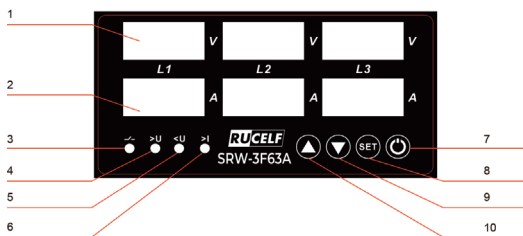

Рис. 2 – Индикация и органы управления
3.4. Прибор готов к работе. После подачи питания начнется отсчет времени задержки включения реле, по истечении которого реле замкнется, загорится синий индикатор (п.3 рис. 2).
3.5. Для ручного отключения нагрузки от источника питания нажмите и удерживайте кнопку SET. После отключения нагрузки индикатор (п.3 рис. 2) погаснет. Для ручного возобновления подачи питания на нагрузку нажмите и удерживайте кнопку SET.